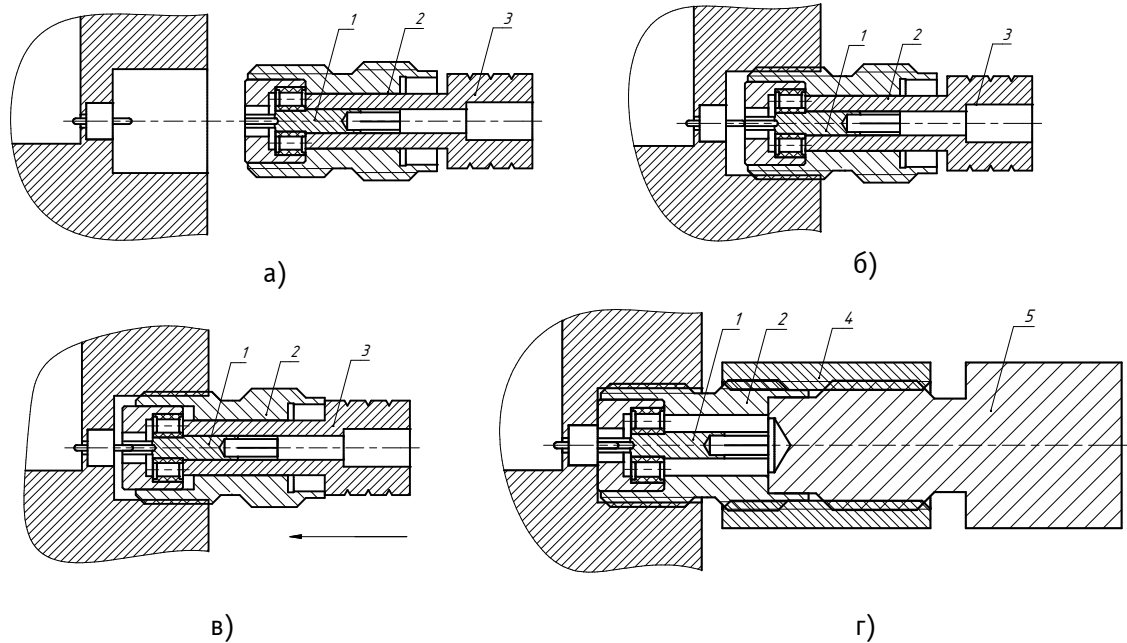

Рис. 12. Общий принцип монтажа блочных резьбовых соединителей типа розетка
- 3) вкрутите корпус перехода 2 в корпус СВЧ модуля (примерно на 4 витка) до упора центрального проводника 1 в штырь гермоввода (рисунок 12б);
- 4) нажмите на центрирующую втулку 3 до упора в корпус перехода 2 (рисунок 12в) и докрутите вручную корпус перехода 2 в корпус СВЧ модуля до упора;